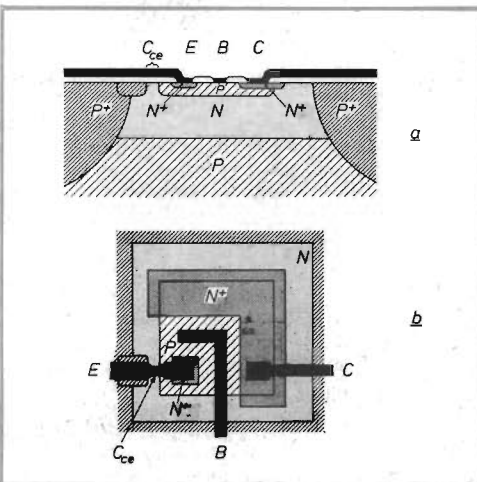

Fig 9. Tvärsnitt av en bipolar minnescell i ett analogt skiftregister.
De kopplingar, som behandlats i samband med beskrivningen av analoga skiftregister, är mycket lämpliga att utföra som monolitiska integrerade kretsar. Speciellt då det endast fordras en transistor per minnescell. *Fig 9* visar ett tvärsnitt av en sådan transistor. Minneskondensatorn, som alltid ligger mellan kollektorn och basen, utgörs av PN-övergången mellan basområdet (P) och kollektorområdet (N)⁺. I detta fall har N⁺-området gjorts något större än vad som är normalt. I en dylik minnescell får man därför en förstorad "Miller-kapacitans" på ungefär 2,5 pF. Som vanligt vid integrerade kretsar måste man ta hänsyn till parasitkapacitanserna och utföra kretsen så att de blir så små som möjligt.